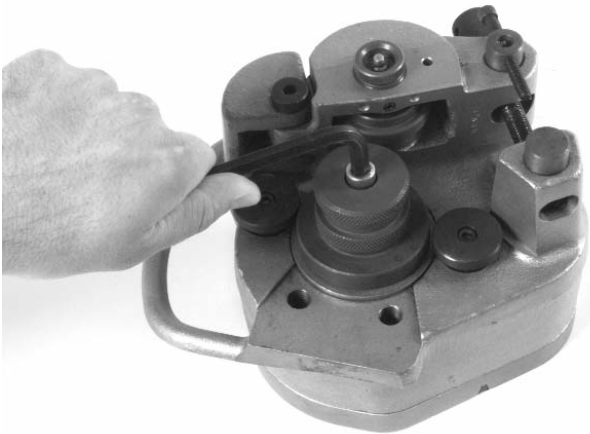

Figure 8 – Retrait de la vis de retenue du galet d'entraînement
- Utilisez une clé Allen de 5/16 po pour retirer la vis de retenue du galet d'entraînement (*Figure 8*). Lorsqu'il s'agit de galets Ø 8 à 12 ou Ø 4 à 6 po, utilisez une clé de 3/8 po pour retirer les boulons de retenue des galets.